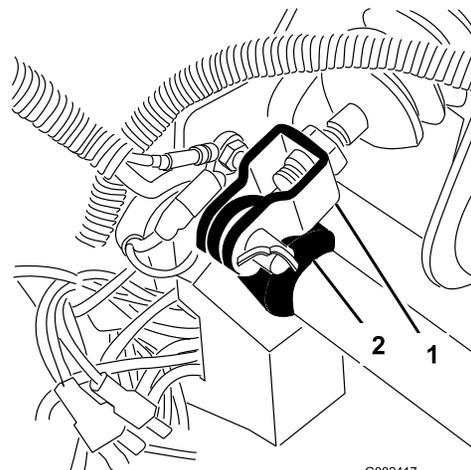

Figura 57
1. Retire el pasador de horquilla y la chaveta que fijan la horquilla del cilindro maestro al pivote del pedal de freno (Figura 57).
3. Afloje las contratueras que fijan la horquilla al eje del cilindro maestro (Figura 57).